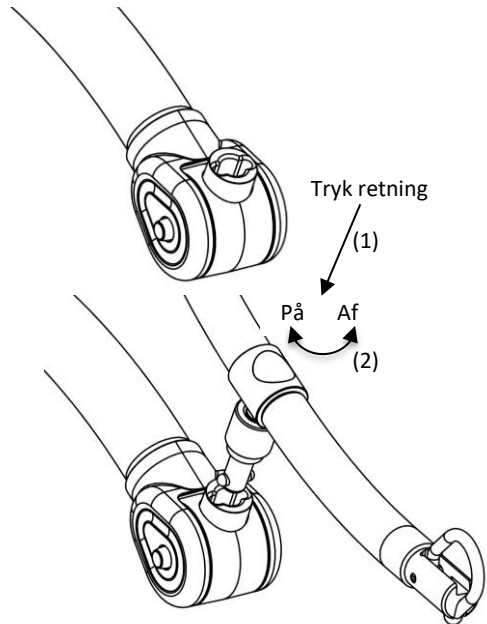

Fig. 1.6H
7. Isæt løfteåg. Drej fastgørelsespunktet så det peger opad, isæt løfteåget og roterer 90° med uret mens løfteåget trykkes imod låsefunktionen af fastgørelsespunktet (fig.1.6H).